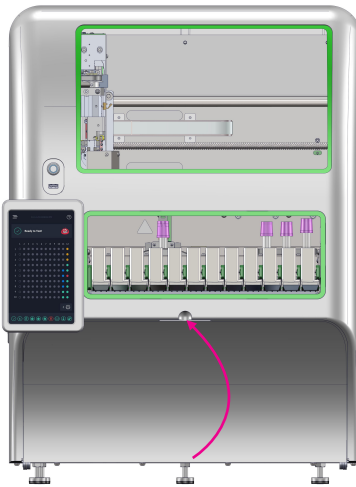

Figura 57
7. Cierre la puerta del compartimento del recipiente (Figura 57).